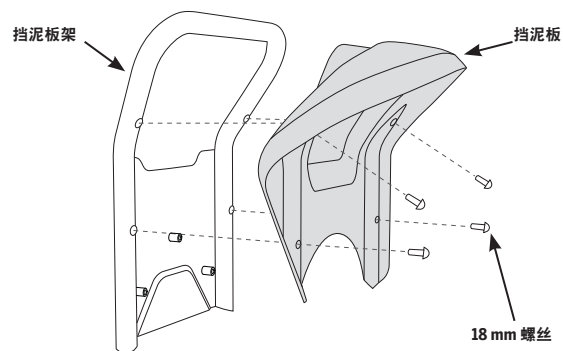

图 73：从挡泥板架卸下挡泥板
4. 若要从挡泥板架卸下挡泥板，请使用一把 4 mm 六角扳手卸下四颗 18 mm 螺丝（参见图 73）。